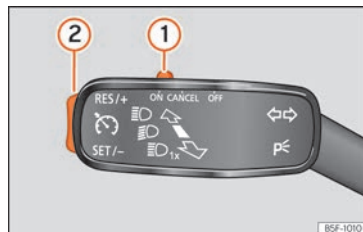

Fig. 54 A la izquierda de la columna de la dirección: conmutador y mandos de manejo del GRA.
- Conectar el GRA: desplace el conmutador » » » **fig. 54 ①** hasta **ON**. El sistema está encendido. El sistema no regula al no haber programado ninguna velocidad.
- Activar el GRA: pulse el botón » » » **fig. 54 ②** en la zona **SET/-**. La velocidad actual se memoriza y regula.
- Desconectar el GRA temporalmente: desplace el conmutador » » » **fig. 54 ①** hasta **CANCEL** o pise el freno. La regulación se desconecta temporalmente.
- Conectar el GRA de nuevo: pulse el botón » » » **fig. 54 ②** en **RES/+**. La velocidad memorizada se guarda y regula otra vez.
- Aumentar velocidad programada durante regulación de GRA: pulse botón **②** en **RES/+**. El
- Reducir velocidad programada durante regulación de GRA: pulse botón (2) en **SET/-** para reducir 1 km/h (1 mph). La velocidad se reduce hasta alcanzar la nueva velocidad memorizada.
- Desconectar el GRA: desplace el conmutador »» fig. 54 (1) a **OFF**. Se desconecta el sistema y la velocidad memorizada se borra.